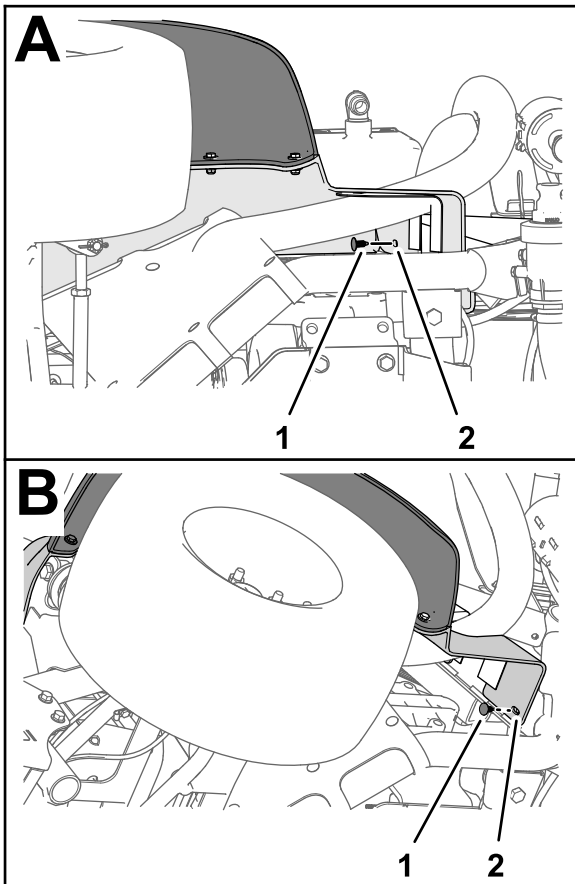

Figure 8
1. Retirez les 2 fixations à pression qui fixent l'aile avant gauche au profilé inférieur du système ROPS (Figure 8).